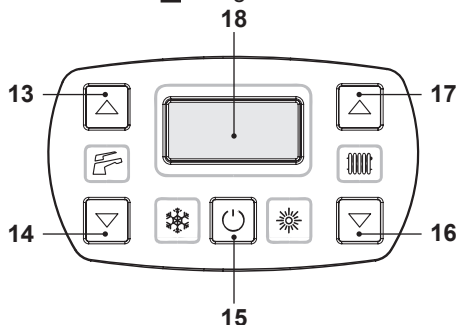

Figura 2.5
- Mantenga pulsado durante 2 segundos el botón 15 hasta que aparezca en la pantalla el símbolo  Figura 2.5.
La temperatura del agua caliente de impulsión de la calefacción puede regularse mediante los botones 16 (reducción) y 17 (aumento) (Figura 2.5) desde un mínimo de unos 25°C hasta un máximo de unos 85°C. La primera vez que se pulsa uno de los dos
De todas formas, si la temperatura ambiente no fuera agradable, se puede aumentar o reducir la temperatura de impulsión de la instalación de calefacción en  $\pm 15$  °C usando los botones 16 (reducción) y 17 (aumento) (Figura 2.5).
La temperatura del agua caliente sanitaria puede regularse mediante los botones 13 (aumento) y 14 (reducción) (Figura 2.5) desde un mínimo de unos 35°C hasta un máximo de unos 60°C. La primera vez que se pulsa uno de los dos botones se muestra el valor de "consigna", la segunda vez se puede modificar.